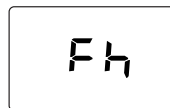

fig. 6 - Sfiato con ventilatore spento
- Nei successivi 280 secondi, prosegue il ciclo di sfiato con il ventilatore spento (fig. 6).